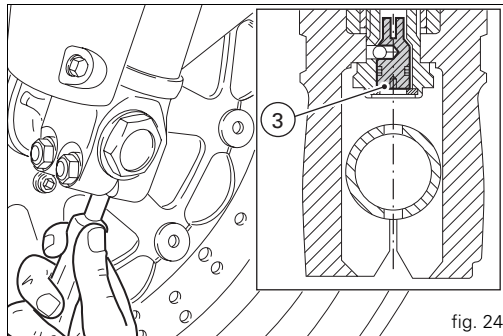

fig. 24
- 3) (fig. 24) régler le frein hydraulique en compression.
À l'aide d'un petit tournevis, tourner la vis de réglage (1) située en haut de chaque tube de fourche, pour intervenir sur le frein hydraulique en détente. Pour agir sur le dispositif de réglage (3, fig. 24), introduire un tournevis dans le trou débouchant sur l'axe de roue au niveau de l'axe du tube de fourche.